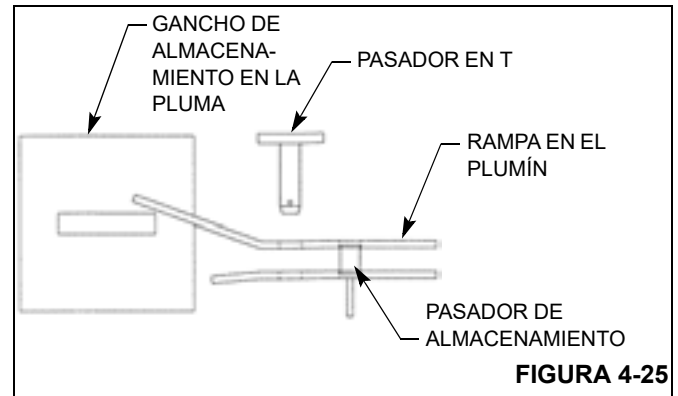

FIGURA 4-25
8. Retraiga la pluma lentamente. Observe la alineación del gancho de almacenamiento y la traba mientras se retrae la pluma, Figura 4-25.